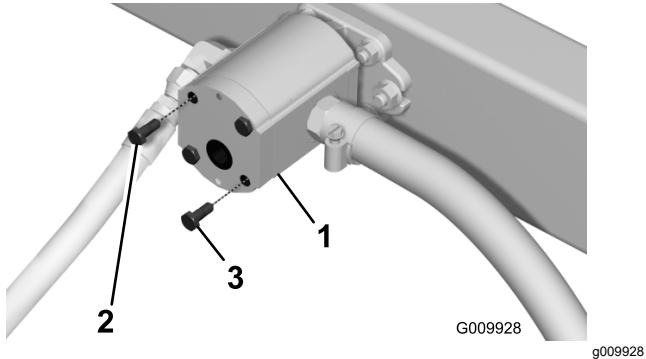

Figura 5
3. Retire os parafusos superior esquerdo e inferior direito da placa existente da bomba (Figura 5).